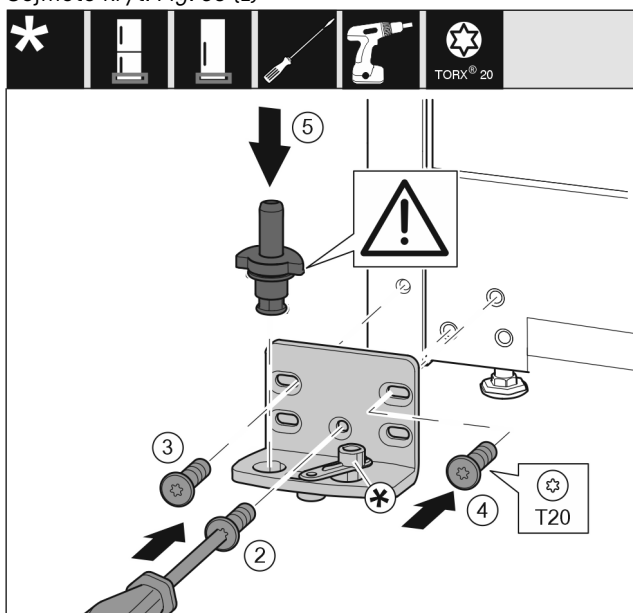

Fig. 36
- Nasadte stojan ložiska na druhé straně a přišroubujte pomocí šroubováku T20. Začněte šroubem 2 dole uprostřed. Fig. 36 (2)
- Pevně utáhněte šroub 3 a 4. Fig. 36 (3,4)
- Zcela vložte ložiskový čep. Přitom dávejte pozor, aby zajišťovací vačka směřovala dozadu. Fig. 36 (5)
- Nasadte stojan ložiska na druhé straně a přišroubujte pomocí šroubováku T20. Začněte šroubem 2 dole uprostřed. (2)
- Spojení tlumiče zavírání otočte o 180°. Šroubovákem T20 přišroubujte na druhé straně stojanu ložiska. (5)
- Zcela vložte ložiskový čep. Přitom dávejte pozor, aby zajišťovací vačka směřovala dozadu. (6)